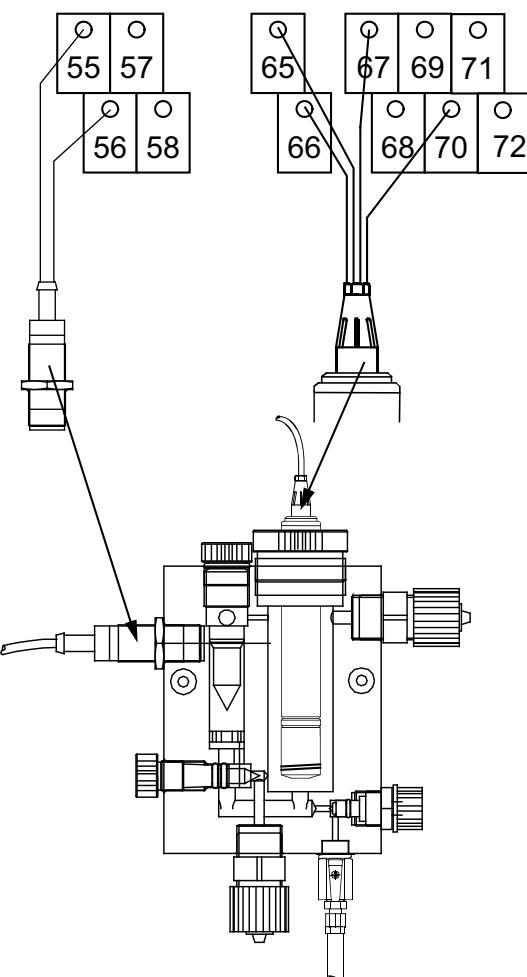

Abb. 10 Anschließen an Anschlussleiste der Oxiperm Pro, bis Software Version V0.19
- Das Kabel mit vierpoligem Schraubanschluss an die Messzelle anschließen. Bitte siehe Abb. 10.